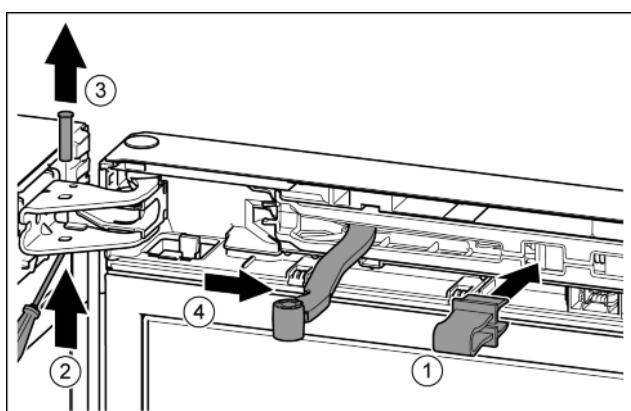

Fig. 13
- Зафиксировать предохранитель в отверстии. Fig. 13 (1)
► Выкрутить палец при помощи отвертки. Fig. 13 (2)
► Извлечь палец движением вверх. Fig. 13 (3)
► Повернуть шарнир в направлении двери. Fig. 13 (4)